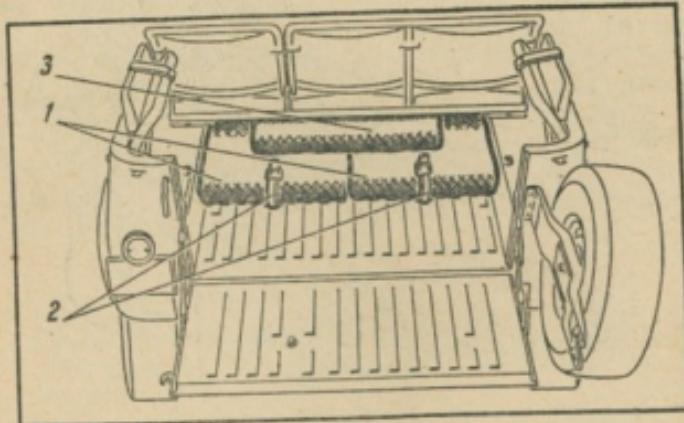

Рис. 136. Укладка пакетов тента:
6. Пакет тента (см. рис. 136) уложить под сиденье или при сложенном положении сидений между спинками передних сидений.